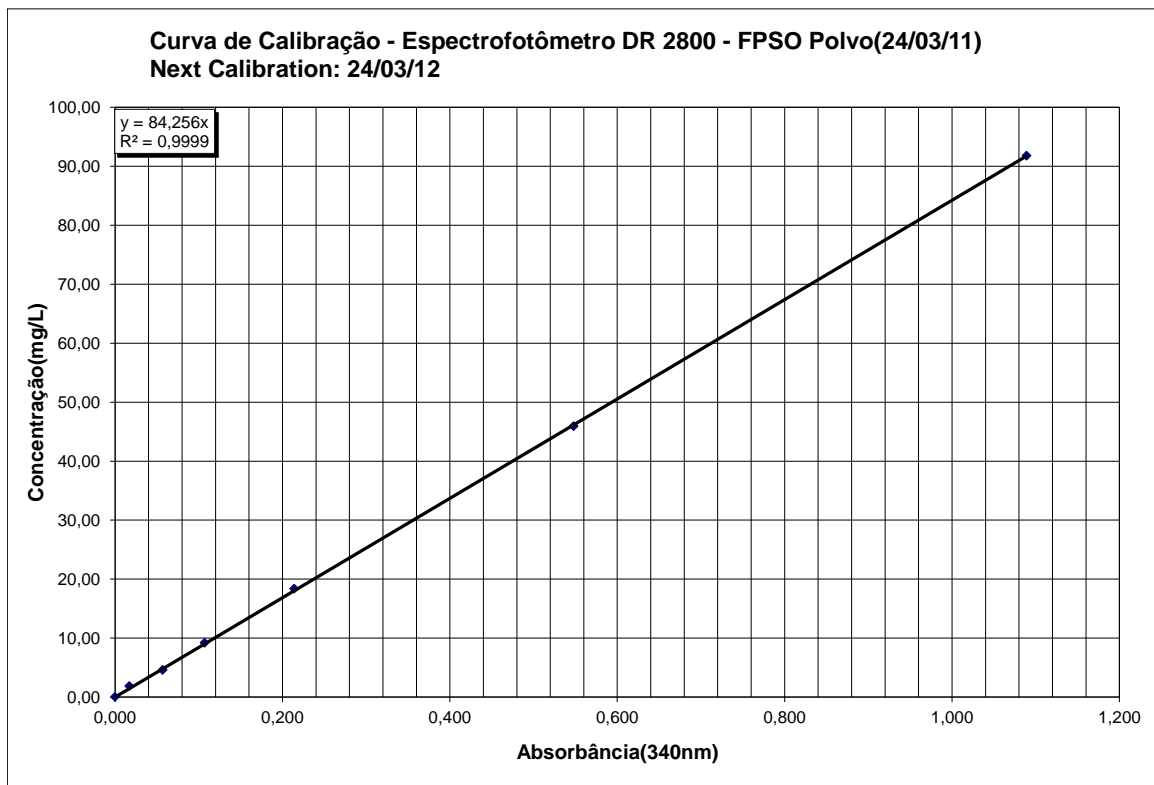

Figura 1: Curva de Calibração para Espectrofotômetro Hach $\lambda = 340\text{nm}$
11. Plotar Gráfico, utilizando a Concentração (mg/L) no eixo “Y” e a Absorbância a 340nm no eixo “X”; O Gráfico apresentará a forma abaixo representada na **figura 1**